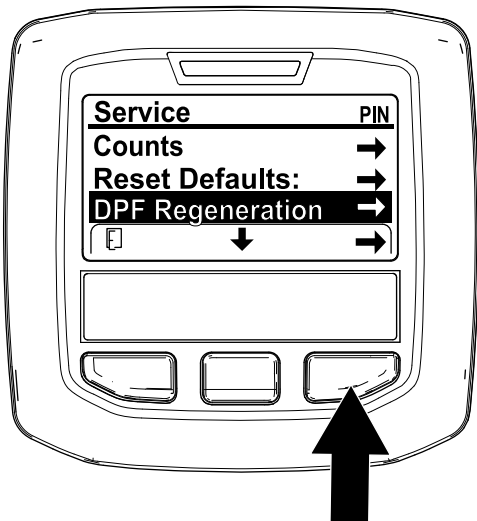

Figure 23
1. Dans le menu Entretien, utilisez le bouton central pour naviguer jusqu'à l'option DPF REGENERATION (régénération du FAP) (Figure 23).
2. Appuyez sur le bouton droit pour sélectionner l'option DPF Regeneration (Figure 23).